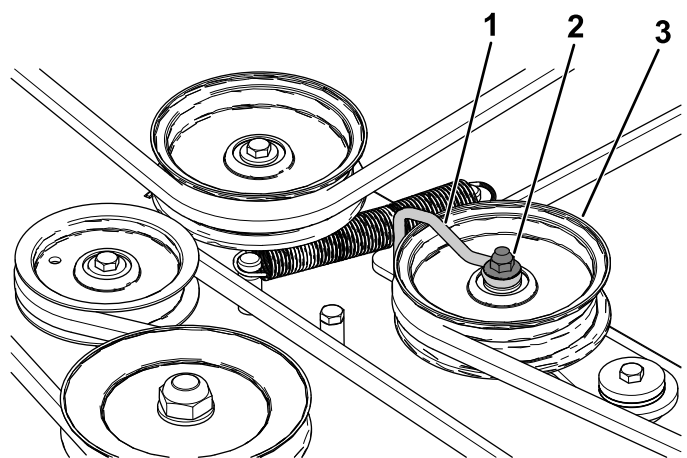

Figure 49
5. Desserrez l'écrou qui fixe le fil métallique à la poulie de tension (Figure 49).
9. Resserrez l'écrou qui fixe le fil métallique à la poulie de tension (Figure 49).
- Remarque:** Positionnez le fil métallique contre le bras de la poulie de tension comme montré à la Figure 49.